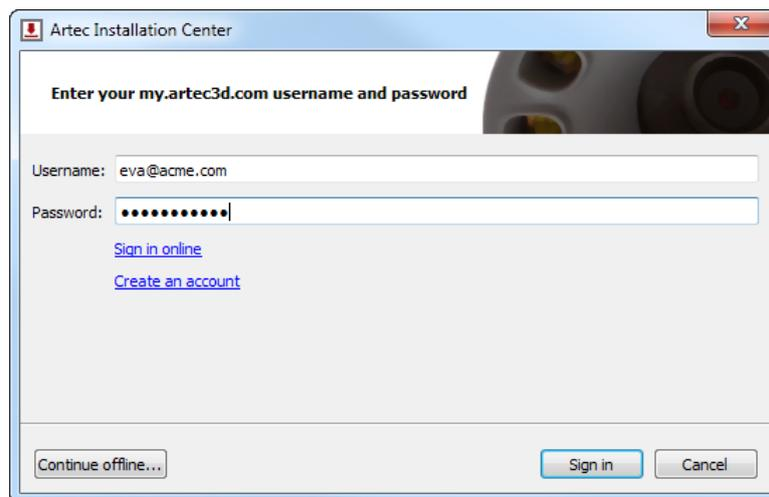

Abbildung 10: Authentifizierung für Artec Installation Center
2. Nach dem Download den Ordner mit dem ausführbaren Programm öffnen und das Programm aufrufen. Den Anweisungen auf dem Installationsbildschirm folgen. Sobald Artec Installation Center installiert ist, erscheint ein Dialog mit der Abfrage von E-Mail-Adresse und Passwort. In das *my.artec3d* Konto wie in *Abb. 10* gezeigt einloggen.
Falls Artec Installation Center noch installiert werden muss, erscheint ein Login-Dialog gemäß Abb. 10. Sollte keine Internet-Verbindung bestehen, Offline-Aktivierung betreffend die Offline-Aktivierung von Artec Studio konsultieren.